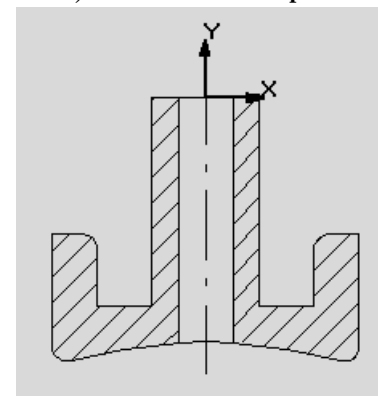

Рис. 4.71
7. Нажмите **Ctrl+A**, **Операция > Симметрия** и укажите ось симметрии. Введите верхний горизонтальный отрезок с координатами (-6, 0) и (6, 0). Ввод геометрии масляной форсунки закончен (рис. 4.71).